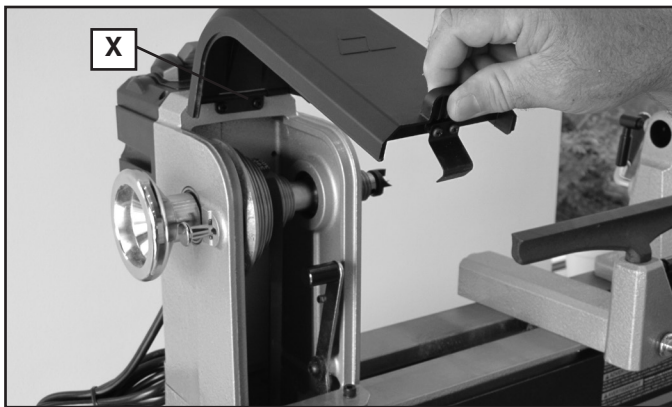

Fig. 29
1. Levante la cubierta de la polea (X), Fig. 29.
18. Cierre bien la cubierta de la polea (X) Fig. 29 y la puerta lateral (AA) Fig. 16.